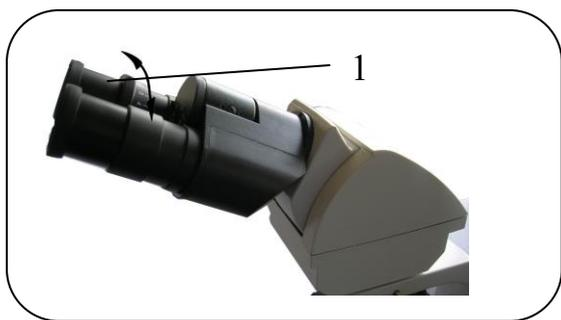

Рис. 12
6.7. Диоптрийная настройка (рис. 12)